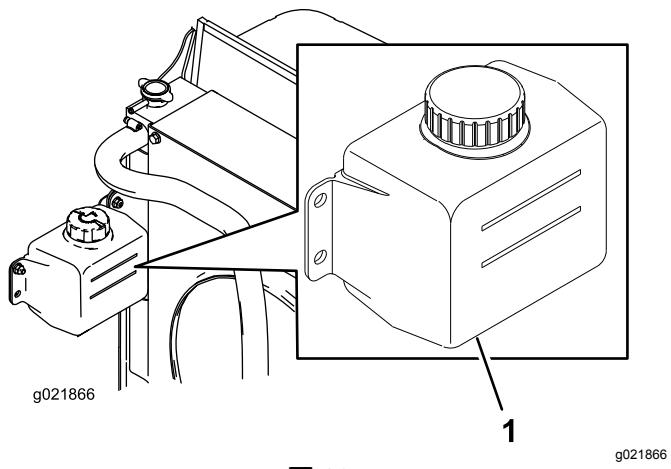

図 29
1. 液量の点検は補助タンクで行う(図 29)。タンク側面についている2本のマークの間にあれば適正である。